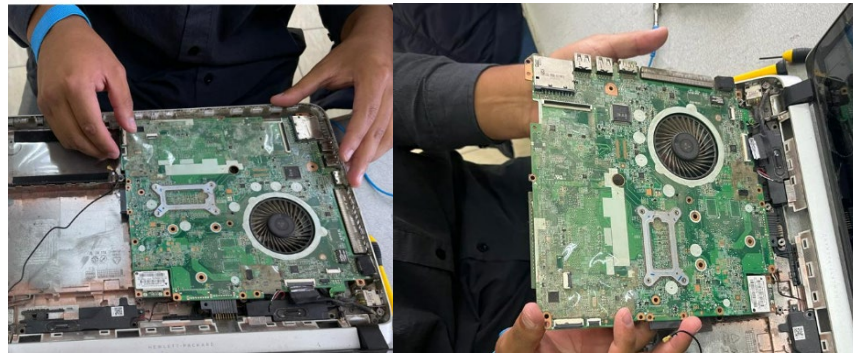

Figura 7. Retiro de tornillos de sujeción y conectores de la placa.
7. Después del retiro de la unidad CD y el disco duro de la PC, se procede a sacar los tornillos de sujeción y los conectores que están dentro de la placa principal esto se lo hace con el fin de desmontar los demás elementos de la misma para realizar el mantenimiento preventivo que se desea, como limpiar impurezas remover polvos, limpiar conectores de entrada de salida entre otros, como se evidencia en la figura 7.